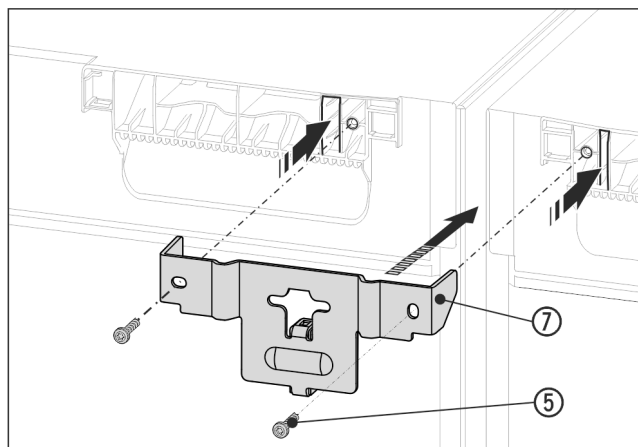

Fig. 15 Príklad zobrazenia
- Uholník Fig. 15 (7) s dištančným dielom zasunúť medzi zariadenia a strmeňmi do stropu zariadenia. Priskrutkujte ho pomocou 2 skrutiek Fig. 15 (5).